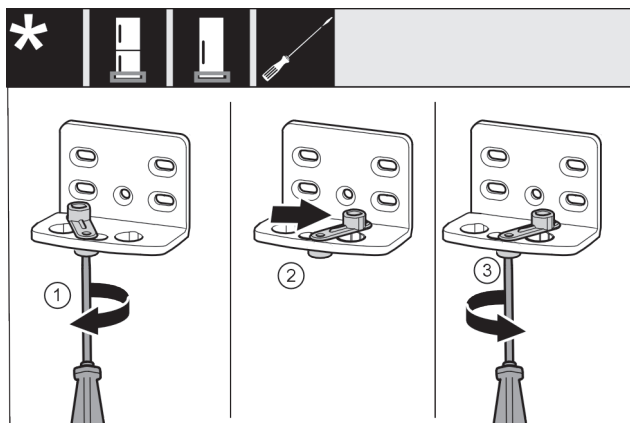

Fig. 13
- ▶ Ослабте гвинт Fig. 13 (1) за допомогою викрутки.
- ▶ Підніміть допоміжний засіб для закривання дверцят Fig. 13 (2) і поверніть його в отворі на 90° праворуч.
- ▶ За допомогою викрутки закрутіть гвинт Fig. 13 (3).